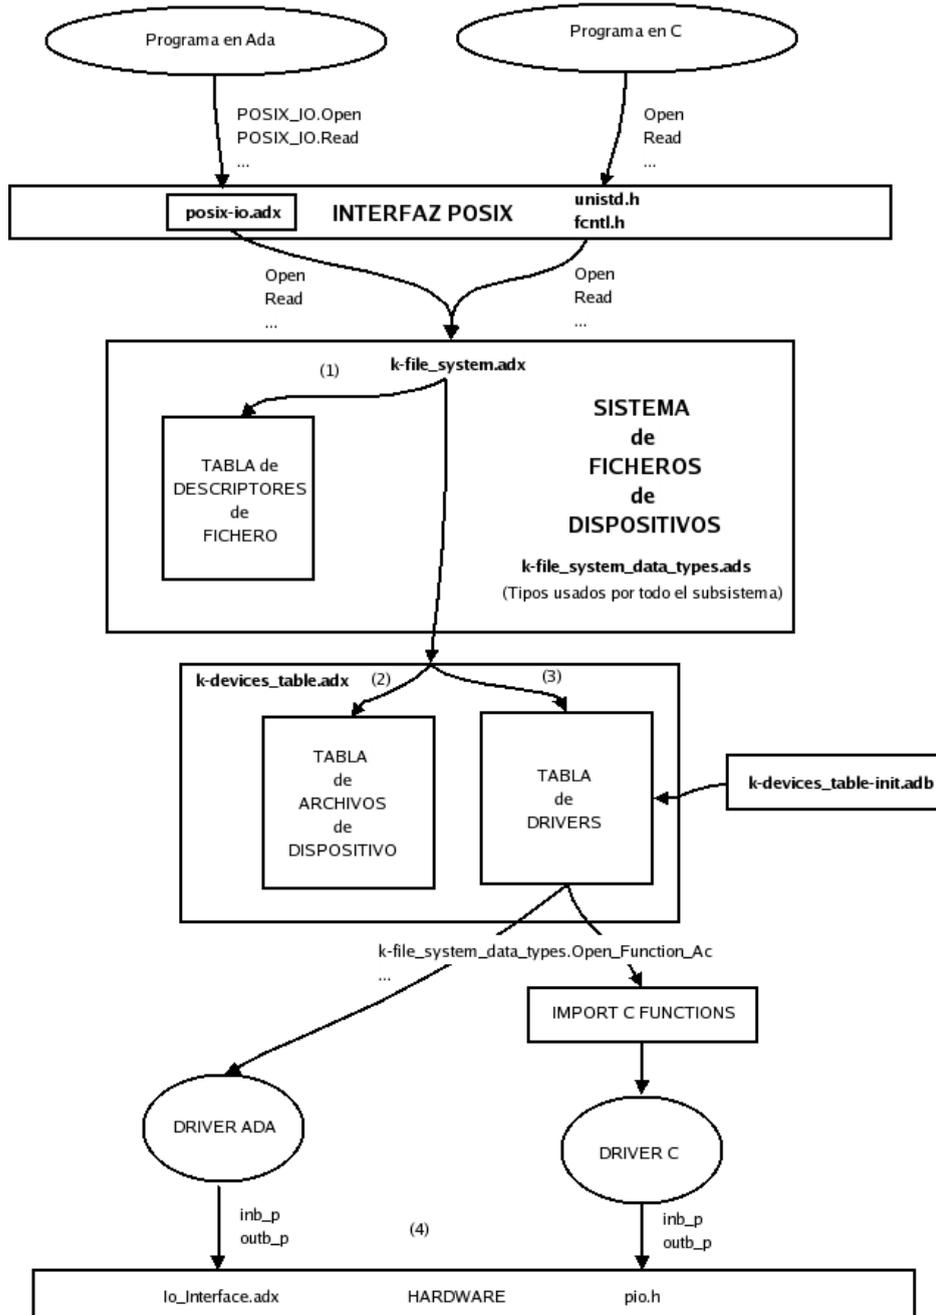

Figura 2.2: Arquitectura del subsistema de drivers
En la figura 2.2 podemos contemplar la arquitectura del subsistema de drivers.
El orden en que las utiliza es el mostrado en la figura 2.2. En (1) se accede a la tabla de descriptores de ficheros. Esta tabla nos permite saber si un fichero está abierto, en qué modo está abierto (sólo lectura, ...) y almacena un número (Device File Number) que relaciona el descriptor con un driver. Una vez, se obtiene este número podríamos pensar en que ya podemos acceder a las funciones de nuestro driver.
La tabla de archivos de dispositivo es la encargada de asociar el nombre de cada dispositivo hardware con su número MAYOR y su número MENOR. Así en el paso (2) de la figura 2.2, el sistema de ficheros (dentro de la llamada **open, read ..**) accede a la tabla de archivos de dispositivo para obtener, a partir del nombre, el número MAYOR.
Lo único que nos queda por explicar de la figura 2.2 es **k-devices_table-init.adb**. Este archivo contiene código de inicialización (que se ejecuta al elaborarse el paquete), lo que básicamente significa llamar a las funciones **Create** de los drivers instalados estáticamente, que se encargarán de inicializar los dispositivos a su cargo y sus estructuras internas: